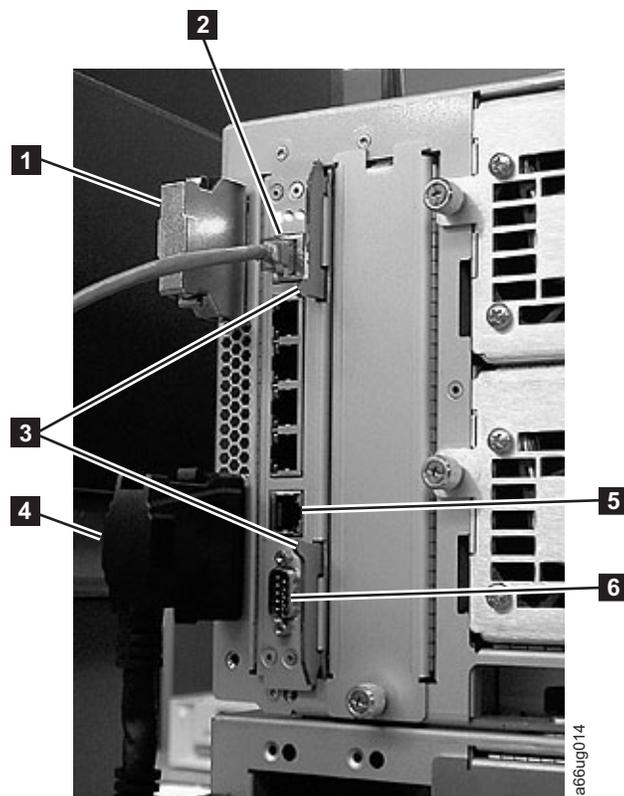

Рисунок 11-6. Регулирующая пластина библиотеки
2. Отсоедините кабель Ethernet (**2** в рис. 11-6 на стр. 11-11) от LCB (рис. 11-6 на стр. 11-11). Для этого прижмите фиксатор, чтобы освободить кабель, и выньте разъем из гнезда LCB.
**Примечание:** Под кабелем Ethernet останутся шесть разъемов. Четыре верхних зарезервированы для дальнейшего использования. Два нижних разъема, а именно порт Ethernet (**5** в рис. 11-6 на стр. 11-11) и последовательный порт (**6** в рис. 11-6 на стр. 11-11), используются сотрудниками службы поддержки IBM.
- Возьмитесь за две защелки (**3** в рис. 11-6) в нижней и верхней части LCB. Одновременно сдвиньте их вправо и полностью вытяните из LCB.